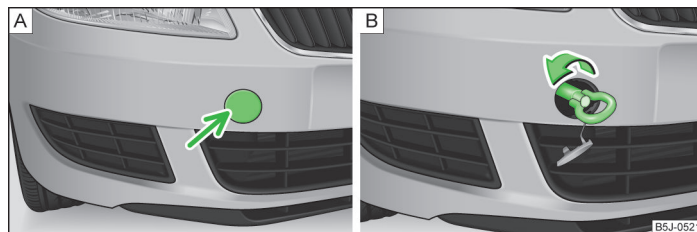

Fig. 150 Bara de protecție față: Capacul / montarea cârligului de tractare
- ▶ Apăsați pe partea stângă a capacului, în sensul indicat de săgeată » [fig. 150 - \[A\]](#).
- ▶ Înșurubați cu mâna cârligul de tractare, până la limită » [fig. 150 - \[B\]](#). Pentru strângere cârligului, vă recomandăm să folosiți de exemplu cheia de roți, cârligul de ancorare al unui alt autovehicul sau un alt obiect asemănător, pe care să îl puteți introduce prin cârlig.